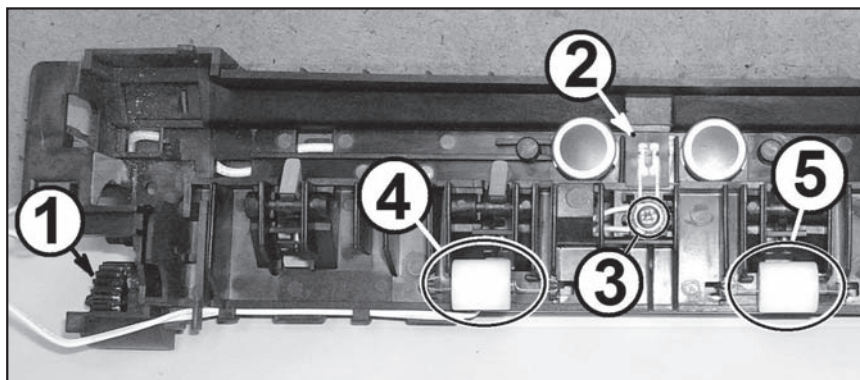

Рис. 25
1. Располагают верхнюю часть датчиком температуры к себе, шестерня передачи вращения на выходной вал транспорта бумаги расположена с левой стороны. Снимают клипсу фиксации шестерни (1 на рис. 25), перемещают ее в левую сторону и снимают с узла.
2. Запоминают местоположение датчика температуры (2 на рис. 25). Откручивают саморез (3) крепления датчика, освобождают жгут подключения с пазов прокладки и снимают его с узла.